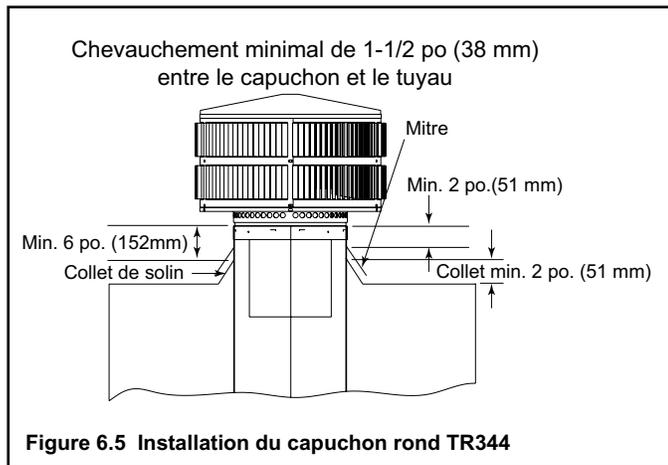

Figure 6.5 Installation du capuchon rond TR344
- Installez les sections de la cheminée jusqu'à l'enclos de la châsse. Si vous utilisez le capuchon rond TR344, la section la plus élevée du tuyau doit s'étendre à 6 po (152 mm) au-dessus du haut du collet de solin pour faciliter l'installation de la mitre et du capuchon. Voir Figure 6.5.